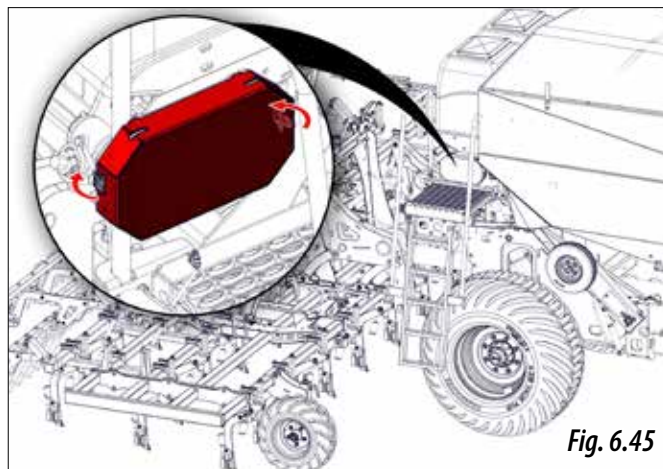

Fig. 6.45
- 1- Scoateți capacul lanțului, cu ajutorul celor două cleme de fixare (Fig. 6.45).